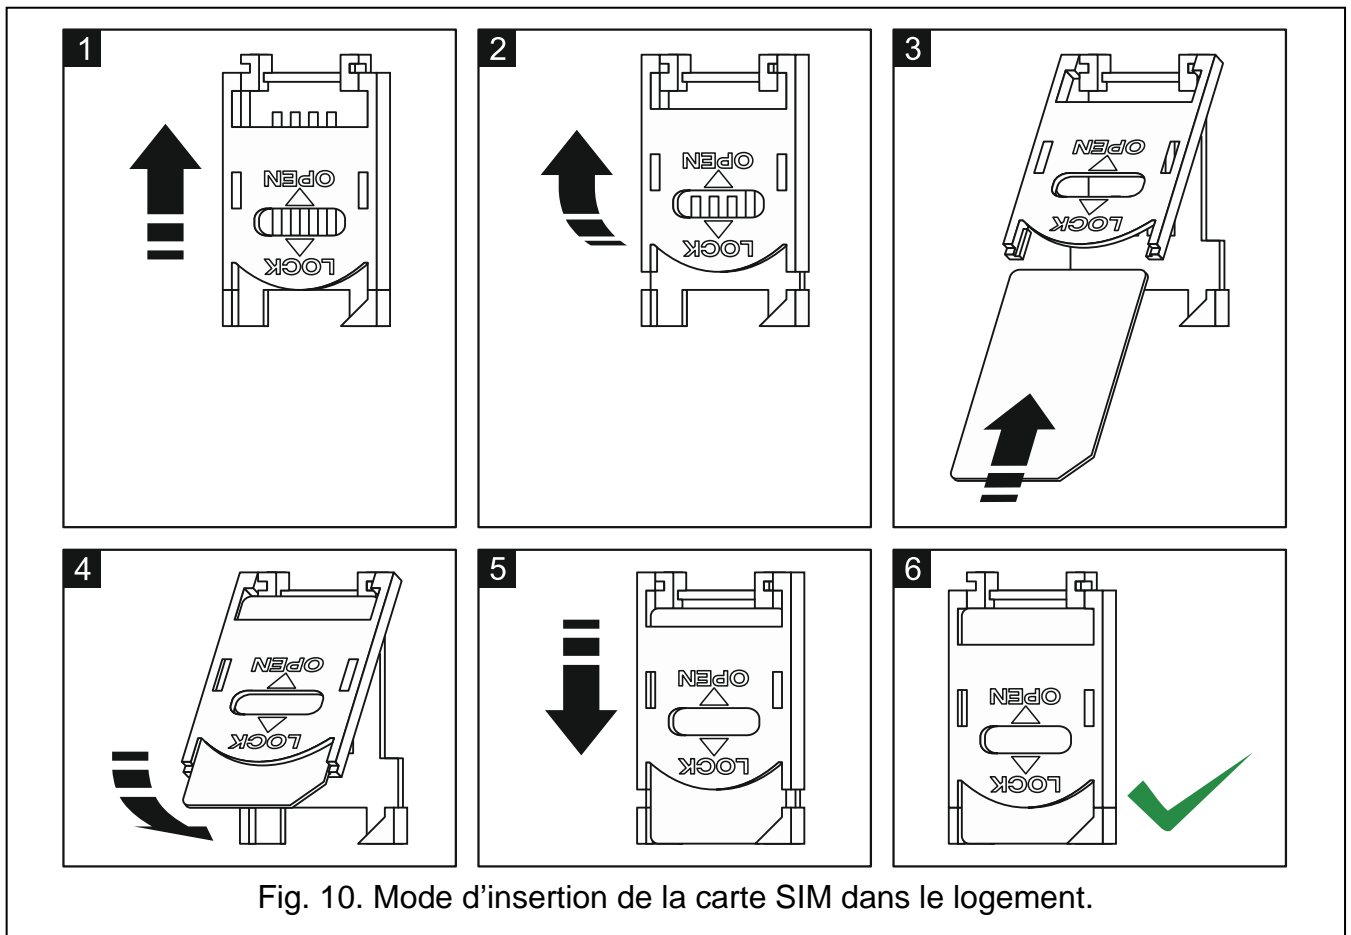

Fig. 10. Mode d'insertion de la carte SIM dans le logement.
2. Insérer la carte SIM dans le logement de la carte électronique (voir : fig. 10). La connexion du téléphone au réseau GSM peut durer quelques minutes.